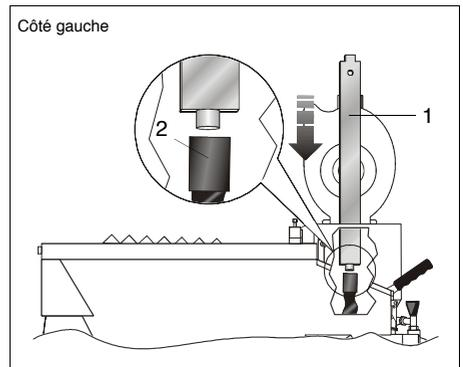

FIG.17 (Introduction de la tige dans le rotor)
- 6) Introduire manuellement la tige (FIG. 17 - Réf. 1) dans la chambre de mélange en l'introduisant dans la cavité radiale du rotor (FIG. 17 - Réf. 2);